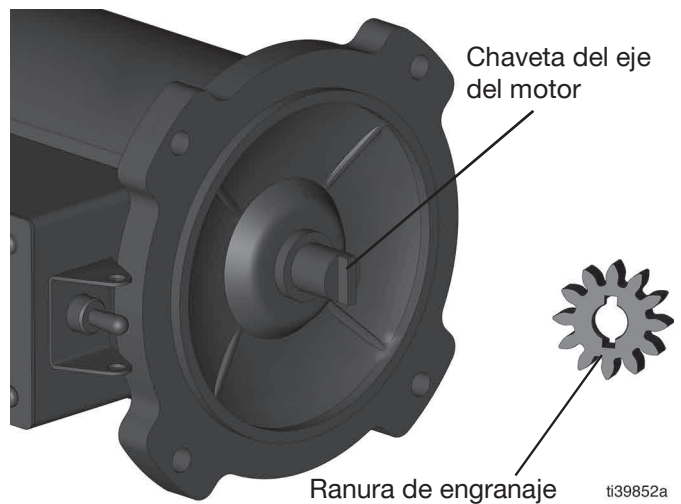

FIG. 14
5. Coloque el montaje de alojamiento de la bomba en el motor (9). La chaveta de eje de motor debe coincidir con la ranura del engranaje de la cubierta interior (FIG. 14).